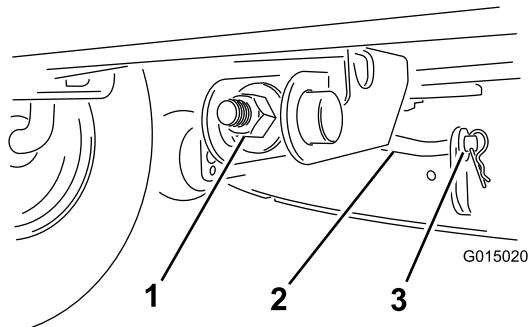

Figure 39
- Pour régler l'inclinaison avant/arrière des lames, tournez l'écrou de réglage à l'avant du plateau de coupe (Figure 39).